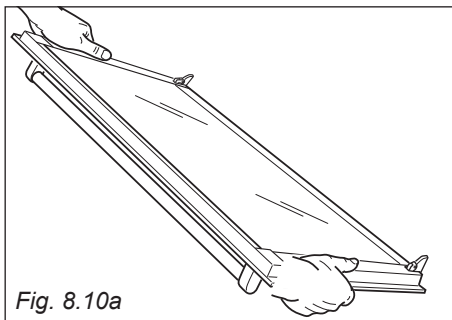

Fig. 8.10a
1. Hold the door firmly (fig. 8.10a).